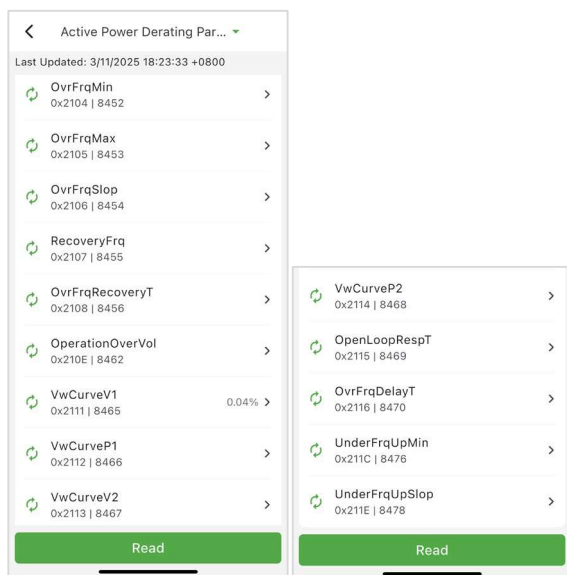

Fig. 6-21 Parámetros de reducción de potencia activa
- **ARC Clear:** Esta función se utiliza para borrar manualmente la protección ARC de la máquina (si la tarjeta de red 4G está conectada, esta función se puede utilizar de forma remota en la página web). El dispositivo está preconfigurado para intentar la reconexión automática hasta cinco veces en un plazo de 24 horas (esto se puede ajustar en el área de parámetros de la interfaz ARC, consulte la Fig. 6-21). Si la protección ARC se activa por quinta vez, debe borrar manualmente el fallo para volver a habilitar la función de reconexión automática, que intentará volver a conectarse hasta cinco veces en las siguientes 24 horas.